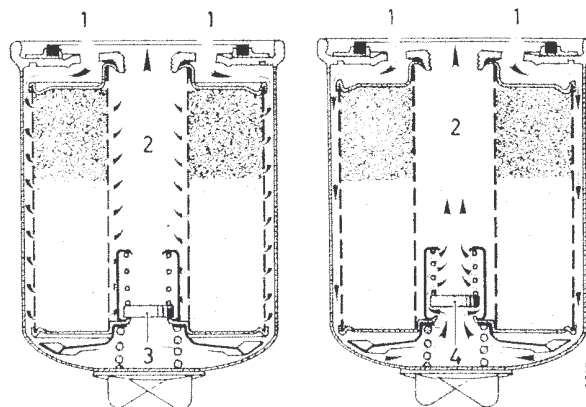

Fig. 58
Le moteur est équipé d'un filtre à huile qui épure sans arrêt l'huile au cours du fonctionnement du moteur. Toutes les impuretés s'accumulent dans le filtre. Après un temps de service prolongé, l'élément filtrant se colmate empêchant ainsi le passage satisfaisant de l'huile. Il en résulte une augmentation de pression qui repousse le ressort maintenant le clapet de sécurité (4) Fig. 58 sur son siège. Le lubrifiant peut alors se diriger (2) vers le conduit principal de graissage du moteur. Bien que non filtrée, l'huile assure le graissage sans interruption des organes mobiles du moteur.